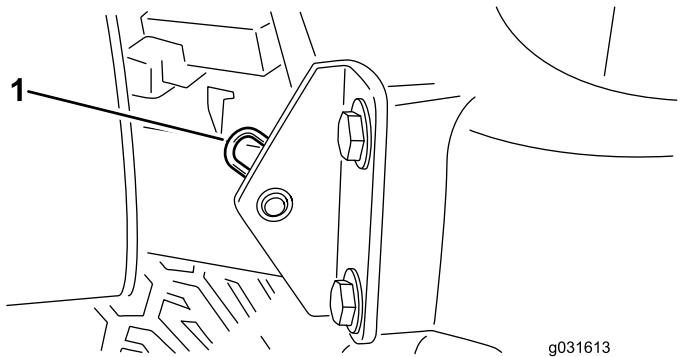

Figura 77
2. Togliete la coppia che fissa il perno del cofano alle staffe di montaggio (Figura 77).